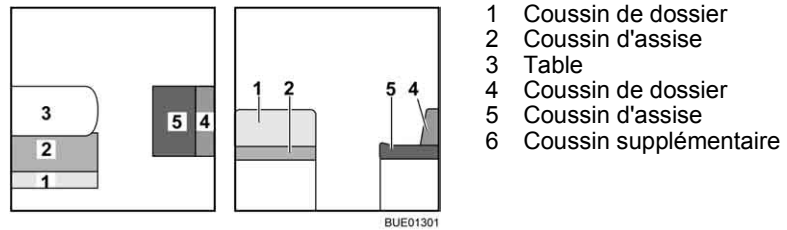
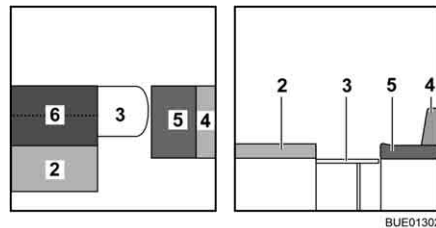

Fig. 128 Avant la transformation
Fig. 129 Pendant la transformation
- Convertir la table (Fig. 128,3) en sommier de lit (voir paragraphe 6.11).
- Enlever le coussin de dossier (Fig. 128,1) et le placer de côté.
- ▷ Suivant le modèle, il est possible d'utiliser le coussin de dossier (Fig. 128,1) à la place du coussin supplémentaire (Fig. 129,6).
- Relever le coussin supplémentaire (Fig. 129,6) et le placer sur la table.